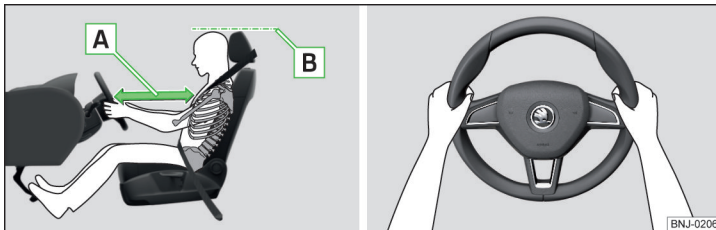

Fig. 1 Posición de asiento correcta del conductor / Sujeción correcta del volante
- ✓ Ajustar el volante de tal modo, que la distancia **A** entre el volante y el estornón sea, como mínimo, de 25 cm » fig. 1.
- ✓ Ajustar el reposacabezas de tal modo, que el borde superior del mismo se encuentre dentro de lo posible a la misma altura que la parte superior de su cabeza **B** » fig. 1 (no es válido para asientos con reposacabezas integrados).
- Durante la conducción, sujete el volante con ambas manos por el borde exterior de los lados en las posiciones de las "9" y "3" horas » fig. 1. No sujete nunca el volante en la posición de las "12 horas" o de cualquier otro modo (p. ej., en el centro o en el borde interior del volante, etc.). Al activarse el airbag del conductor se pueden sufrir lesiones graves en los brazos, las manos y la cabeza.
- ✓ Ajustar el reposacabezas de tal modo, que el borde superior del mismo se encuentre dentro de lo posible a la misma altura que la parte superior de su cabeza **B** » fig. 1 de la pág. 9 (no es válido para asientos con reposacabezas integrados).
- ✓ Ajustar el reposacabezas de tal modo, que el borde superior del mismo se encuentre de ser posible a la misma altura que la parte superior de la cabeza **B** » fig. 1 de la pág. 9.